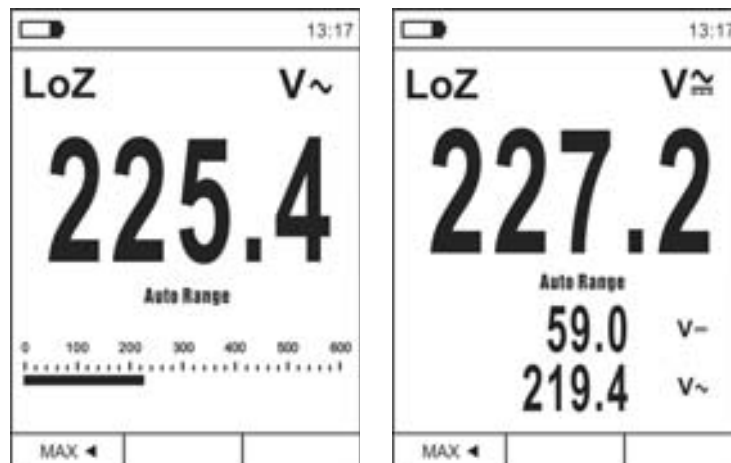

Fig. 10: Descrizione misura Tensione LoZ
2. Premere il tasto **MODE/VFD** selezionando le modalità “V $\sim$ ” o “V $\approx$ ” (vedere Fig. 10)